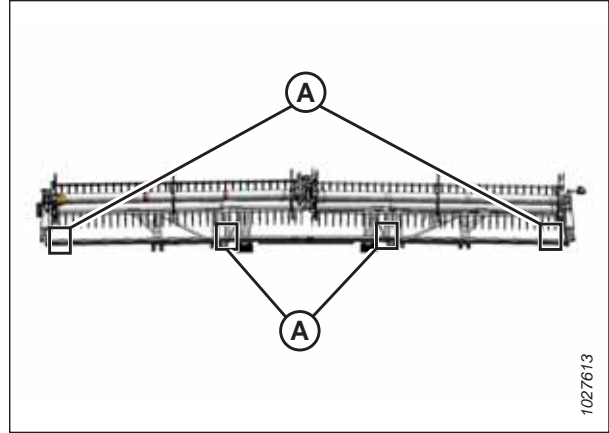

Figura 4.280: Locais de medição FlexDraper® – Molinete duplo
- Plataformas de molinete duplo: Figura 4.280, página 658